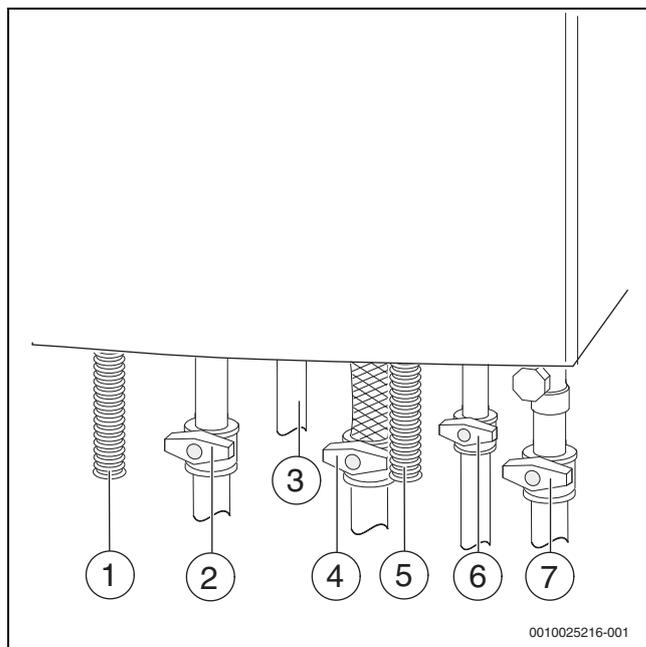

Рис. 34 Подключения газа и воды (дополнительное оборудование)
- ▶ Откройте кран холодной воды (→ рис. 34) и затем откройте кран горячей воды и держите его открытым до тех пор, пока из него не потечет вода.
- ▶ Откройте краны подающей и обратной линий отопления (→ рис. 34).
- ▶ Заполните отопительную систему до давления 1–2 бар в устройстве заполнения и подпитки (→рис. 34) и снова закройте устройство заполнения и подпитки.